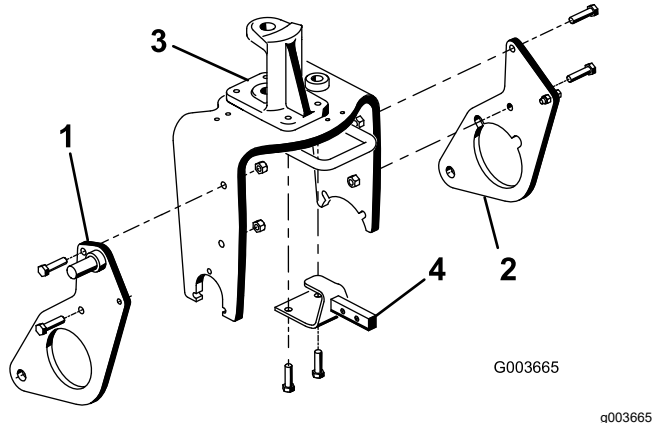

图 11
1. 如图 11 所示用 2 个螺栓 1/2 x 2 英寸和锁紧螺母将右犁板松动地安装至脚轮叉右侧。
2. 对左犁板重复此步骤图 11。
4. 卸下并丢弃将转向枢轴前部固定至脚轮叉顶部的 2 个螺栓图 11。
- 使用 2 个螺栓 1/2 x 1-3/4 英寸用脚轮叉和转向枢轴安装孔将挂钩架支架安装到脚轮叉下侧请参阅 图 11。